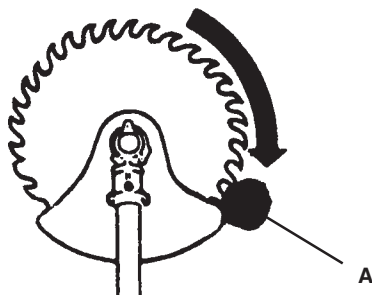

Fig. 13
Use rear stop (A) as shown to minimize this **BLADE THRUST** (See Figure 13).
- Il peut y avoir du « recul » quand la lame en rotation entre en contact avec le matériau à couper. Utiliser l'Arrêt Arrière (A), comme montré, pour minimiser cette réaction (voir la Figure 13).
- La cuchilla puede saltar o rebotar cuando se encuentra en movimiento y hace contacto con el material que se desea cortar. Detenga la cuchilla usando la parte trasera (A), tal como se indica en el dibujo, para reducir a un mínimo los saltos o rebotes (Consulte el Fig. 13).